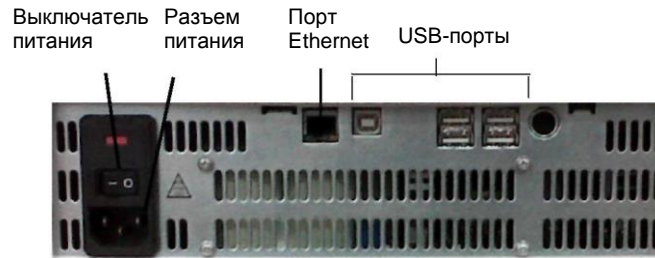

Рис. 3. Задняя панель термоциклера серии C1000 Touch
Задняя панель основного блока термоциклера C1000 и CFX Connect включает следующие компоненты (Рис. 3):
6. Подключите шнур питания к разъему питания на задней панели основного блока термоциклера C1000 Touch или CFX Connect (Рис. 3) и к соответствующей электрической розетке.
1. Подключите основной блок термоциклера C1000 Touch или CFX Connect к компьютеру, подсоединив USB-кабель (с надлежащим экранированием, обеспечивающим защиту от потери данных) к USB-порту 2.0 A на задней панели основного блока термоциклера (Рис. 3) и к USB-порту 2.0 B компьютера.